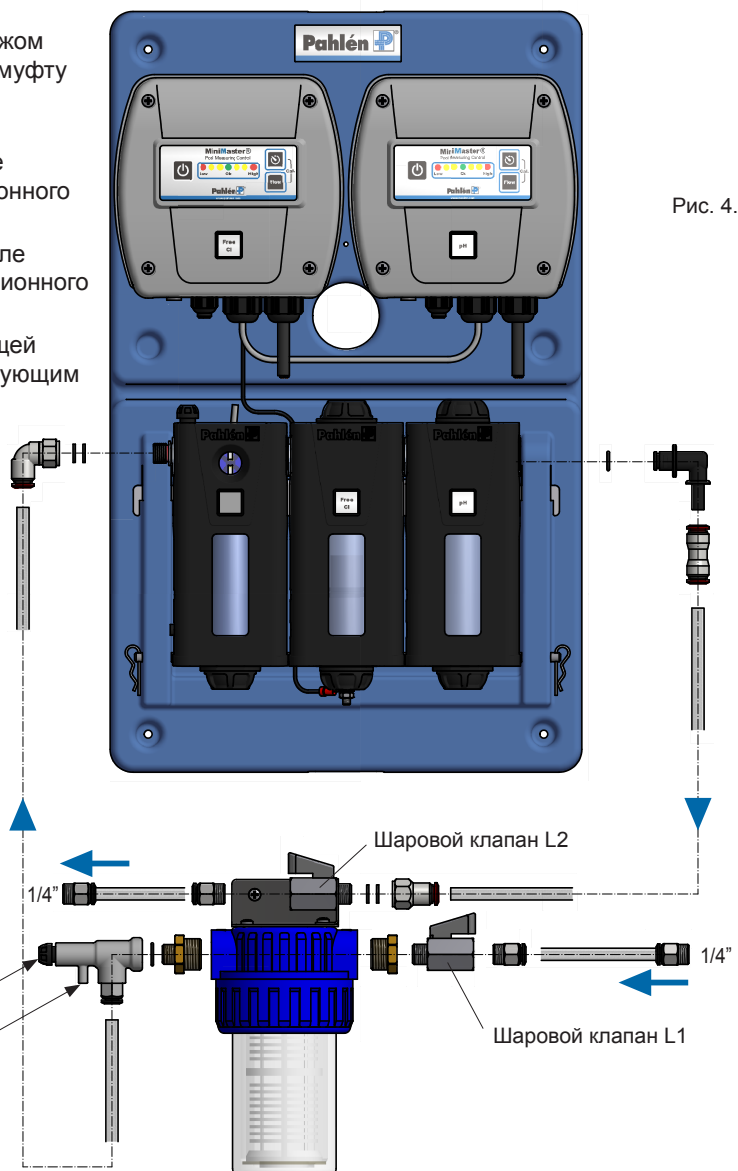

Рис. 4.
5. Установите входящие в комплект поставки фитинги входа и выхода для модулей MiniMaster (см. рис. 4).
3. Для запуска калибровки модуля pH нажмите одновременно кнопки (J) и (K) и удерживайте их нажатыми не менее 2 секунд. Индикация процесса калибровки – светодиод мигает быстро (примерно в 5 раз в секунду), индикация окончания калибровки – светодиод мигает медленно.
7. Активируйте автоматический режим, нажав кнопку (H). Светодиод текущего измеренного значения (pH) светится непрерывно, и MiniMaster при необходимости может регулировать pH:
9. Возьмите пробу воды из сливного крана F (рис. 4) и проверьте значение pH с помощью фотометрического измерительного оборудования.
1. Возьмите пробу воды из сливного крана F (рис. 4). Проверьте pH в бассейне с помощью фотометрического измерительного оборудования.
4. Для запуска калибровки модуля pH нажмите одновременно кнопки (I) и (J) и удерживайте их нажатыми не менее 2 секунд. Индикация процесса калибровки – светодиод мигает быстро (примерно в 5 раз в секунду), индикация окончания калибровки – светодиод мигает медленно.
6. Активируйте автоматический режим, нажав кнопку (H). Светодиод текущего измеренного значения (pH) светится непрерывно, и MiniMaster при необходимости может посылать подключенной дозирующей системе сигнал для регулирования pH в бассейне.
1. Возьмите пробу воды из сливного крана F (рис. 4). Проверьте содержание свободного хлора в бассейне с помощью фотометрического измерительного оборудования.
4. Для запуска калибровки модуля свободного хлора/окислительно-восстановительного модуля нажмите одновременно кнопки (J) и (K) и удерживайте их нажатыми не менее 2 секунд.
7. Активируйте автоматический режим, нажав кнопку (H). Светодиод текущего измеренного значения светится непрерывно, и MiniMaster при необходимости может регулировать содержание свободного хлора с помощью подключенного оборудования для дозирования.